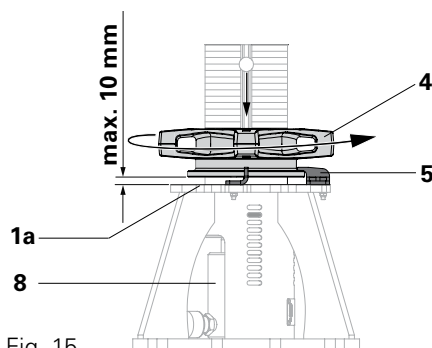

Fig. 15
- Campo di abbassamento limitato a un max. di 10 mm alla volta mediante ghiera di regolazione (4) e dispositivo di arresto (5). (Fig. 15)
- Il dispositivo di arresto (5) ha solo una funzione visiva, non assorbe sollecitazioni.
2. Azionare la leva della pompa (11f), fino a quando lo stantuffo (8a) del cilindro non combacia perfettamente con il pressore rosso (3).
3. Azionare la leva (11f) della pompa (1-2 volte), fino a quando la ghiera di regolazione (4) non è libera di girare.
4. ALZARE la ghiera (4) ruotandola manualmente in senso antiorario, fino a raggiungere il dispositivo di arresto (5). (Fig. 15)
6. Il cilindro si ritrae e si abbassa insieme al puntone di 10 mm max. (Fig. 15)
2. Portare la ghiera (4) sulla piastra (1a). (Fig. 15)
3. Aprire la valvola (11b) della pompa in senso antiorario per liberare il cilindro (8) dal carico.